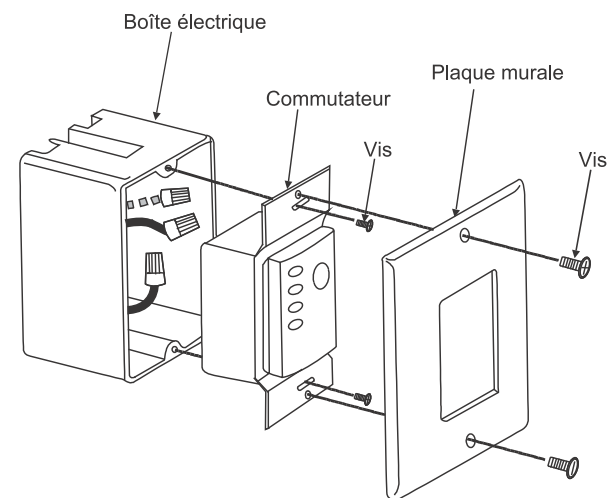

Fig. 24
Étape 2. Installez la plaque murale sur la boîte à prises existante à l'aide des vis fournies (Fig. 24).